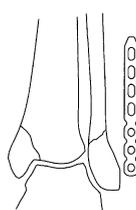

図1
- 1) 骨折部を整復後、ディスタルフィブラプレート用トライアルを用いてプレートのサイズを決定します。（図1）